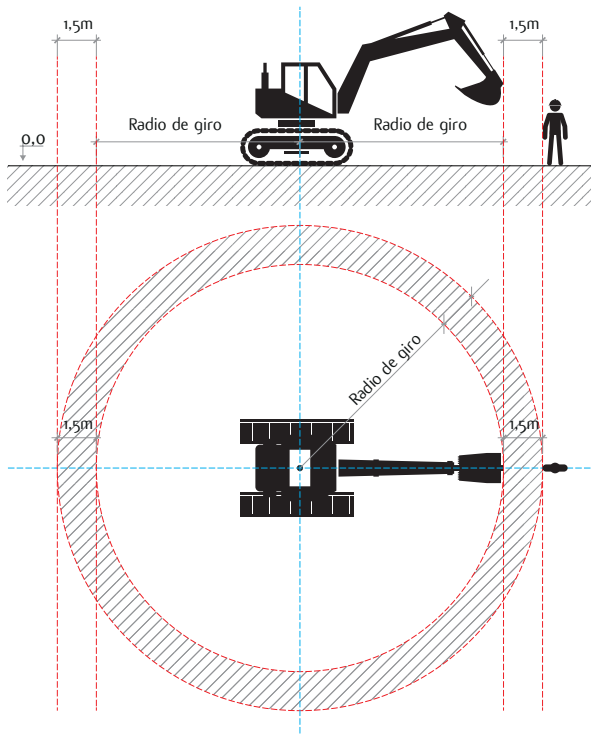

Figura 4. Distancia de seguridad por giro de maquinaria.
4.5. Todos los trabajadores que realicen labores junto a cualquier máquina pesada o que, al desplazarse en la faena, implique el acercamiento a las mismas, deben mantener una distancia de seguridad igual o superior a 1,5 m sumado al radio máximo de giro de la propia máquina. Esta regla es aplicable especialmente, para aquellas máquinas que realizan movimientos sobre su propio eje (p.e.: excavadora, retroexcavadora). Se debe asegurar la aplicación de ésta medida informando a los trabajadores y operadores de las máquinas y controlando su aplicación. (Figura 4).